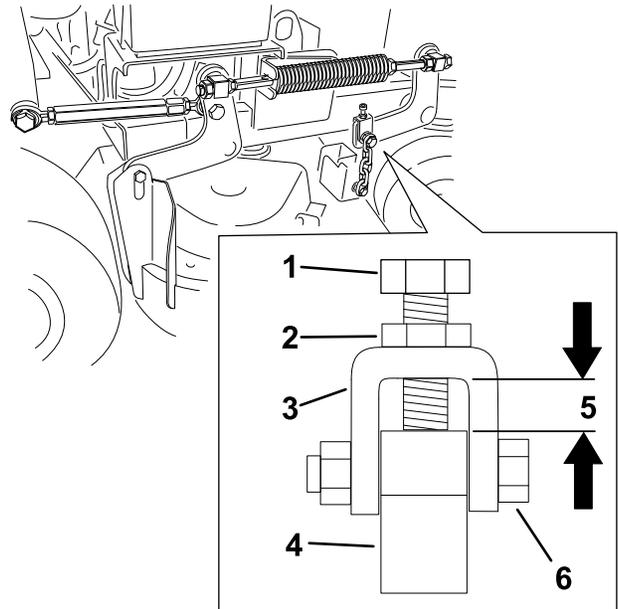

Figure 79
**Remarque:** L'écart doit être de 11 mm, comme montré à la Figure 79.
6. Si un réglage est nécessaire, desserrez le boulon de chaîne supérieur (Figure 79).
7. Desserrez l'écrou de blocage et ajustez le boulon de réglage de sorte à obtenir la distance correcte, indiquée à la Figure 79.